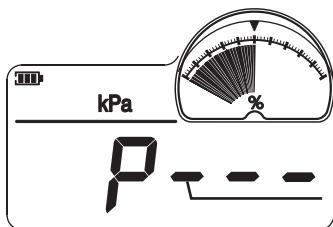

图8-1：输入密码界面
- ①长按 **peak** 键，屏幕显示输入密码界面，如图8-1：
- ②输入密码211后，进入[校准/设置]菜单。